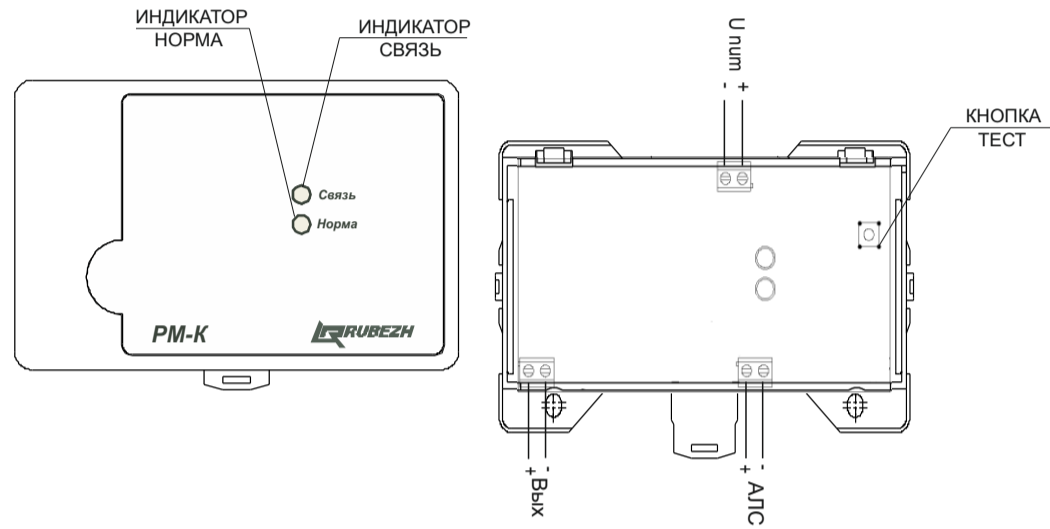

Рисунок 1
5.1 Конструктивно релейные модули выполнены в виде блока, состоящего из пластмассового корпуса (основание и крышка), внутри которого размещена плата с радиоэлементами (Рисунок 1).
7.5 Для конфигурирования релейного модуля, подключенного к АЛС, начальный адрес которого неизвестен, необходимо зайти в меню прибора, выбрать пункт **Настройка (Конфигурация) => Сервис => Адресация устройств** и нажать кнопку **ТЕСТ** на релейном модуле (Рисунок 1). На экране прибора откроется меню параметров релейного модуля: